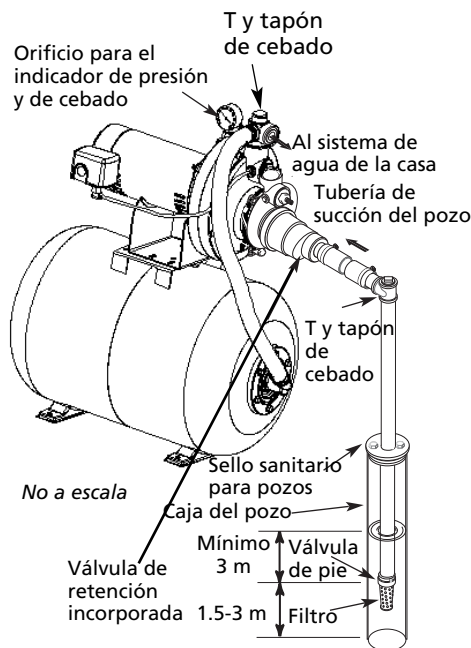

Figura 6 – Instalación en un Pozo Entubado
INSTALACION EN UNA PUNTA DE HINCADA PARA UN NUEVO POZO DE POCA PROFUNDIDAD (FIGURA 6)
INSTALACION EN UN POZO ENTUBADO, CAJA DE 2 PULG. O MAS GRANDE (FIGURA 6)
5. Instale una T de cebado, un tapón de cebado y una tubería de succión en la bomba (véase la Figura 6). Afiance la tubería del pozo al orificio de succión de la bomba utilizando la menor cantidad de conectores posible – especialmente codos – ya que los conectores aumentan la fricción en la tubería. La tubería de succión debe ser, por lo menos, del mismo tamaño que el orificio de succión de la bomba. Utilice cinta de PTFE o un compuesto para uniones de tubería a base de PTFE en las uniones roscadas de tubería. Soporte la tubería para que no haya inclinaciones verticales o hundimientos en ella, a fin de que la tubería no ejerza tensión sobre el cuerpo de la bomba, y se incline ligeramente hacia arriba desde el pozo hacia la bomba (los puntos altos pueden ocasionar que se formen bolsas de aire que pueden bloquear la bomba). Selle las uniones de la tubería de succión con cinta de PTFE o un compuesto para uniones de tubería a base de PTFE. Las uniones deben ser estancas al aire y al agua. Si la tubería de succión puede succionar aire, la bomba no puede succionar el agua del pozo.